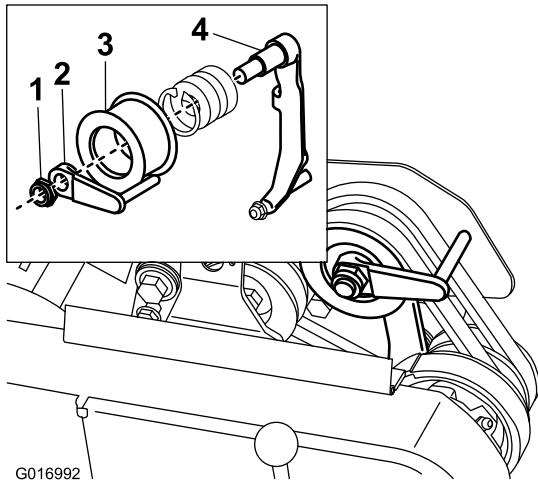

図 40
8. エンジンを使わずに楽に機体を押したり引いたりすることができるよう、ベルトガイド図 40 挿入図を以下のように調整する